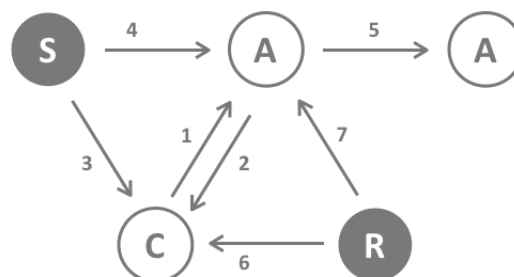

Рис. 6. Структура сети Z-wave
Z-Wave разделяет устройства на Контроллеры (Controllers) и Дочерние (Slaves). Дочерние обычно являются датчиками (S) или исполнительными устройствами (реле, диммерами и т.п.) (A), способными исполнять некоторые действия с оборудованием (рис. 6). Контроллеры бывают статическими, питающимися от электросети, (C) (часто исполнены в виде роутера) или портативными, питающимися от батареек, пультами дистанционного управления (R). Такое разделение приводит к следующим возможным вариантам взаимодействия устройств в сети Z-Wave.
Контроллер может быть первичным и вторичным. Первичным может быть только один контроллер в сети, он управляет сетью и обеспечивает включение/исключение устройств. Контроллеры в виде пультов, имеют дополнительную функцию — управление с помощью кнопок. Все остальные контроллеры в сети не могут управлять сетью, не могут включать/исключать устройство, но могут управлять устройствами, они называются вторичными контроллерами. Рисунок 6 показывает, что датчики не могут общаться с контроллером-пультом на батарейках, они общаются только со статическим контроллером подключенным к сети 220 В.